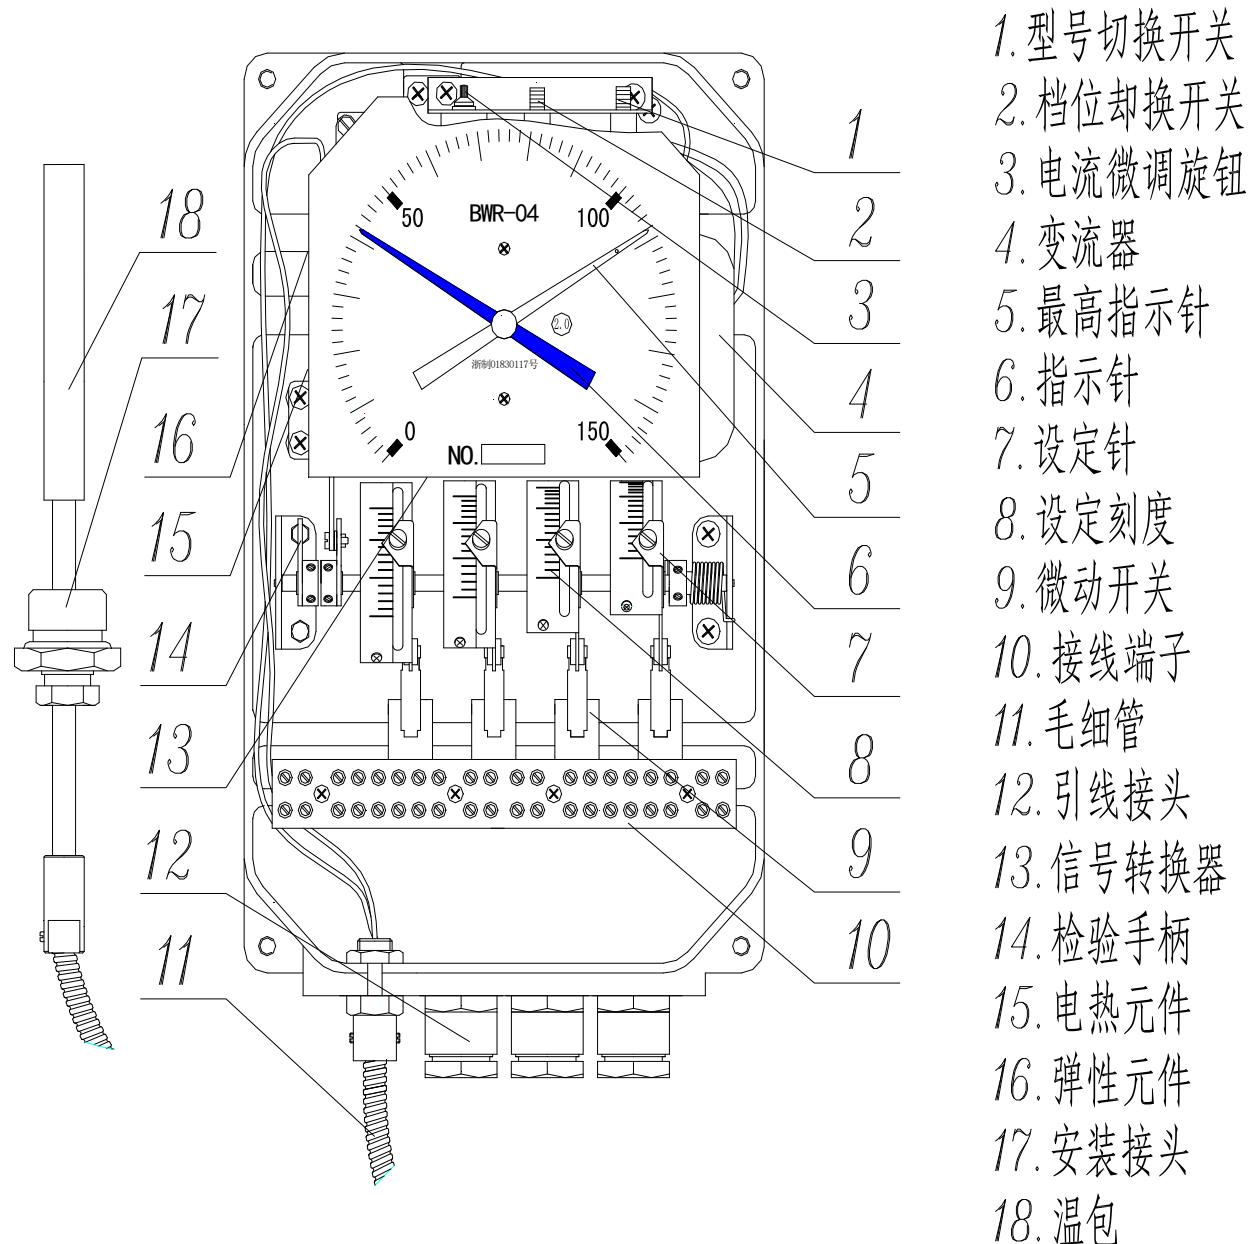

图 1 BWR (WTYK) —04 结构图
- 1、现场一只嵌装电热元件及 BL 型电流匹配器的温度控制器 BWR (WTYK)-04，如图 1 所示；
- 2、中心机房一台遥测控制仪 XMT、(XST)，如图 1 所示；
- 温包尺寸：Φ14×150，安装螺纹 M27×2，如图 1 所示。
二部分之间连接如图 7 所示采用 KVV-6×1.5 电缆线（用户自备），如图 1 所示，BWR (WTYK) -04 型有两支电缆，其中 13、14、15、16、17、18 为一支 KVV6 ×1.5 电缆，用于连接 XMT (XST) 及 CT，四只温控开关用两支 KVV6×1.5 电缆（用户根据需要或接常开或常闭）。